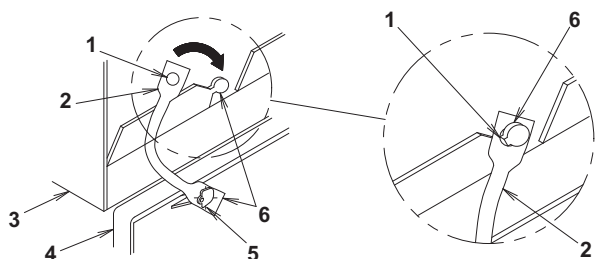

Bild 38
- Vid installation av insugsgallret ska gallerlinan hängas på inomhusenhetens upphängningsdel enligt **bild 38**.